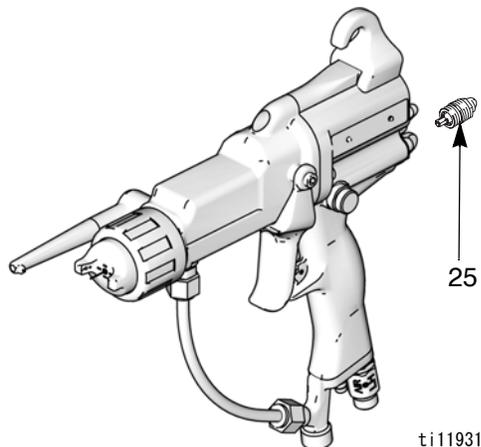

図 20. 液体調整バルブ
2. 液体調整バルブ (25) を取り外します。それは完全なアッセンブリーとして交換することのみ可能です。図 20 をご参照下さい。
3. ガンハンドルの中にバルブ (25) を締め付けます。15 ~ 25 in-lb (1.7-2.8 N•m) まで締め付けます。